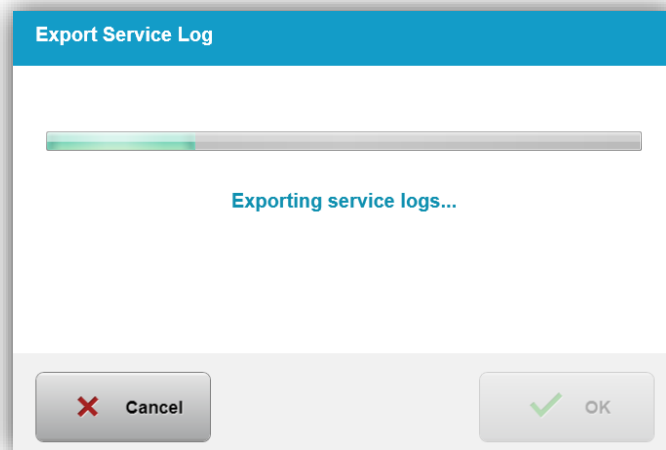

Figura 3-57. Esportazione del registro di servizio in corso
- Il sistema avvia automaticamente il trasferimento del registro di servizio e mostra una barra di avanzamento del processo di trasferimento, come mostrato nella Figura 3-57.